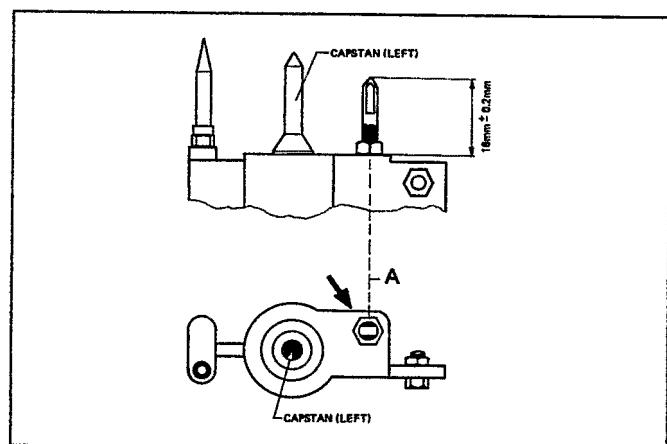

Fig. 3.2
- die Anfrässungen [A] müssen horizontal justiert sein (Fig. 3.2)